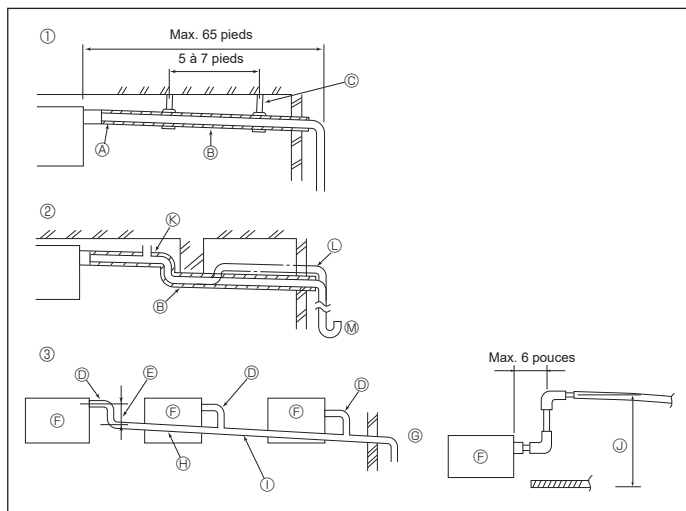

Fig. 6-1
6.1. Mise en place du tuyau d'écoulement (Fig. 6-1)
- ① Tuyauterie correcte
- ② Tuyauterie incorrecte